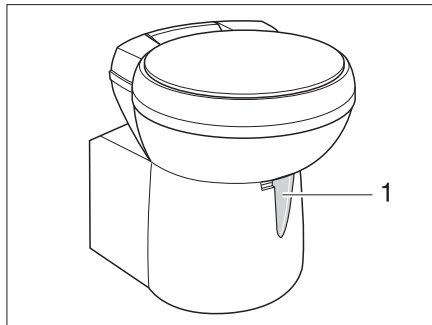

Bild 254 Thetford-Toilettenschüssel, schwenkbar
- Vor dem Spülen den Schieber der Thetford-Toilette öffnen. Dazu den Schieberhebel (Bild 254,1) entgegen dem Uhrzeigersinn schieben.